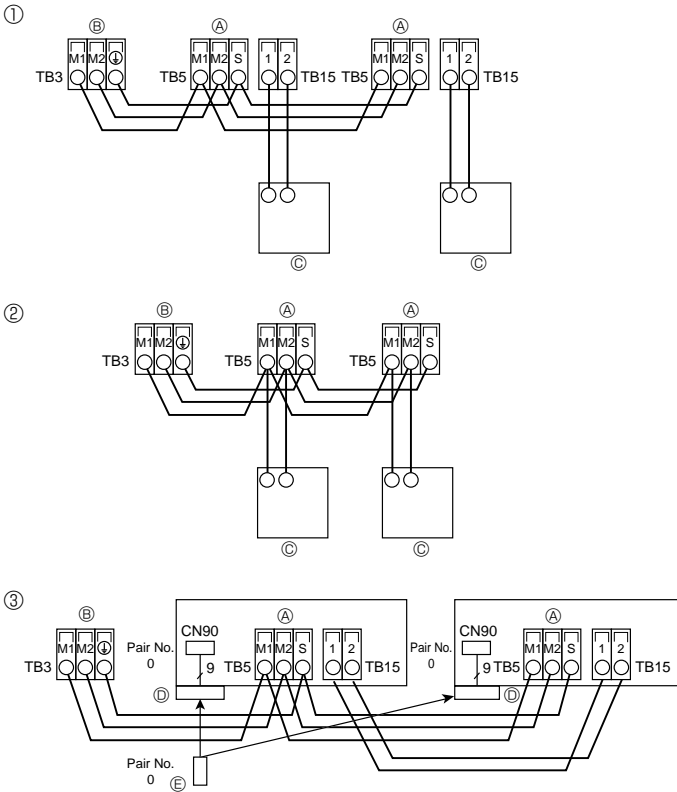

Fig. 6-3
6.4. Uzaktan kumanda ünitesi, iç ve dış iletim kablolarının bağlanması (Fig. 6-3)
① MA Uzaktan kumanda ünitesi
② M-NET Uzaktan kumanda ünitesi
③ Kablosuz uzaktan kumanda (Kablosuz sinyal alıcısı monte edilirken)